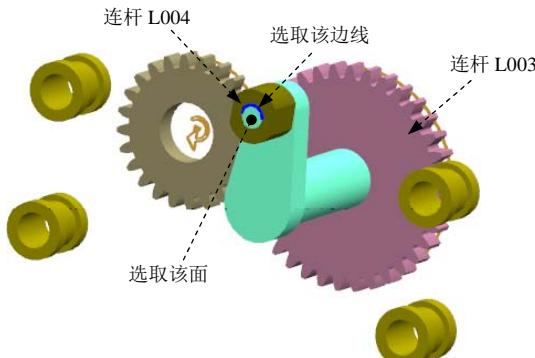

图 10.1.9 定义旋转副（三）
(1) 选择下拉菜单 **插入(S)** → **运动副(D)...** 命令，系统弹出“运动副”对话框。
(2) 定义运动副类型。在“运动副”对话框**定义**选项卡的**类型**下拉列表中选择 **旋转副** 选项。
(3) 选择连杆。在运动导航器中将连杆 L001 进行隐藏，然后选取图 10.1.9 所示的连杆 L003。
(4) 定义原点及矢量。在“运动副”对话框的**指定原点**下拉列表中选取“圆弧中心”**○** 选项，在模型中选取图 10.1.9 所示的圆弧为定位原点参照；选取图 10.1.9 所示的面作为矢量参考面。
(5) 添加啮合连杆。在“运动副”对话框的基本区域中选中 **啮合连杆** 复选框，单击 **选择连杆(O)**，选取图 10.1.9 所示的连杆 L004。
(6) 定义啮合连杆原点及矢量。在“运动副”对话框**基本**区域的**指定原点**下拉列表中选取“圆弧中心”**○** 选项，在模型中选取图 10.1.9 所示的圆弧为定位原点参照；选取图 10.1.9 所示的面作为矢量参考面。
(7) 单击 **确定** 按钮，完成第四个运动副的添加。